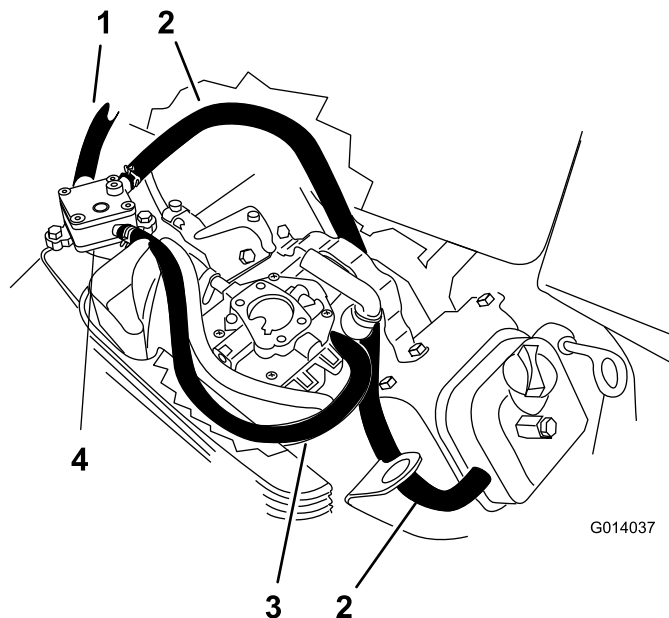

図 4
11. 新しい短いホースを燃料ポンプに取り付ける（古いホースを外した場所；ポンプに OUT とマーキングされている）（図 4）。
13. 燃料ポンプとバルブ・カバーの側面から中くらいのホースをとクランプを外す（図 4）。
14. 新しい中くらいのホースをバルブ・カバー側面からキャブレターのブラケットを通し、燃料ポンプの真ん中のポートへ配設する（図 4）。ホース・クランプを取り付ける。